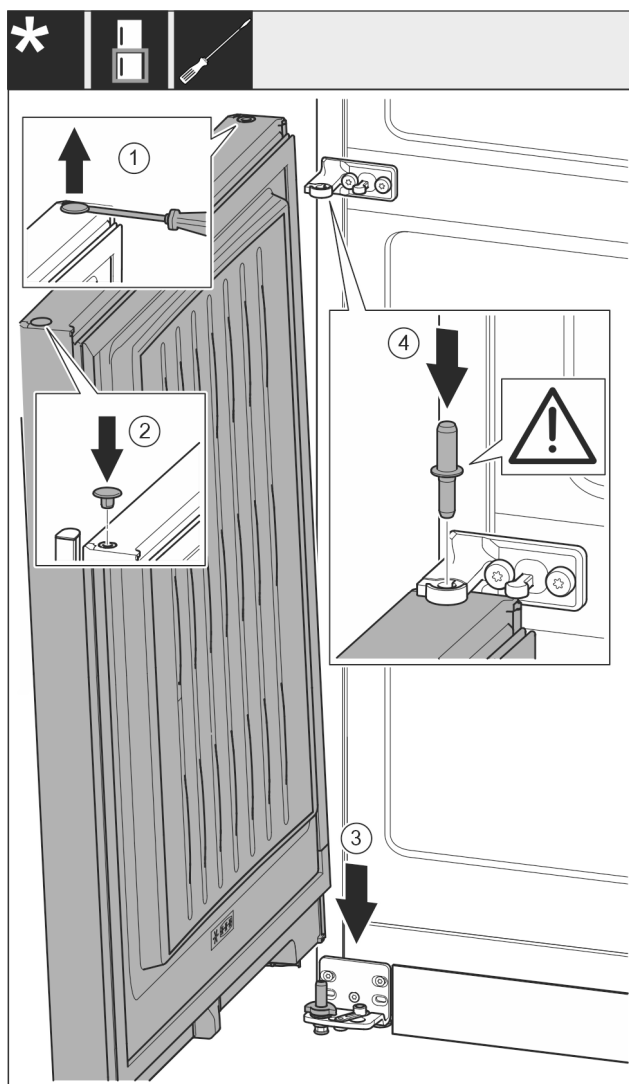

Fig. 19
- Con un cacciavite a testa a intaglio sollevare con cautela i tappi ed estrarli. *Fig. 19 (1)*
- Inserire nuovamente i tappi sull'altro lato della porta. *Fig. 19 (2)*
- Applicare la porta dall'alto sul perno di supporto inferiore. *Fig. 19 (3)*
- Inserire il perno di supporto centrale attraverso il blocco di supporto centrale nella porta inferiore. Fare attenzione che la camma di arresto sia rivolta verso il lato posteriore. *Fig. 19 (4)*